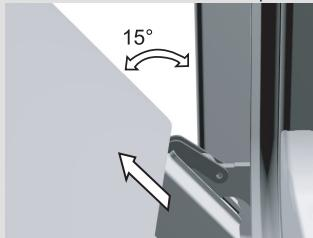

рис. 2
- Чтобы снять внутреннее, третье, стекло (в некоторых моделях), открутите винты на креплениях стекла и приподнимите его (рис. 2). Перед очисткой снимите крепления стекла.
- Медленно закрывайте дверцу, пока фиксаторы не упрутся в прорези на дверце. Приблизительно при 15° (относительно закрытой дверцы) дверцу немножко приподнимите и извлеките из гнезд шарниров на корпусе прибора (рис. 2).